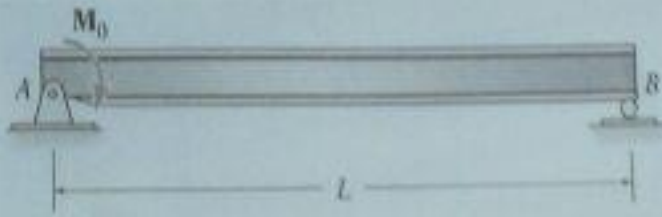

Figura 1
- 1ª Questão (2,5 pontos) – Determine a equação da linha elástica para a viga bi apoiada sujeita ao momento fletor M_0 indicado. Calcule a inclinação em A e o deslocamento máximo. Considere EI constante. (Figura 1)